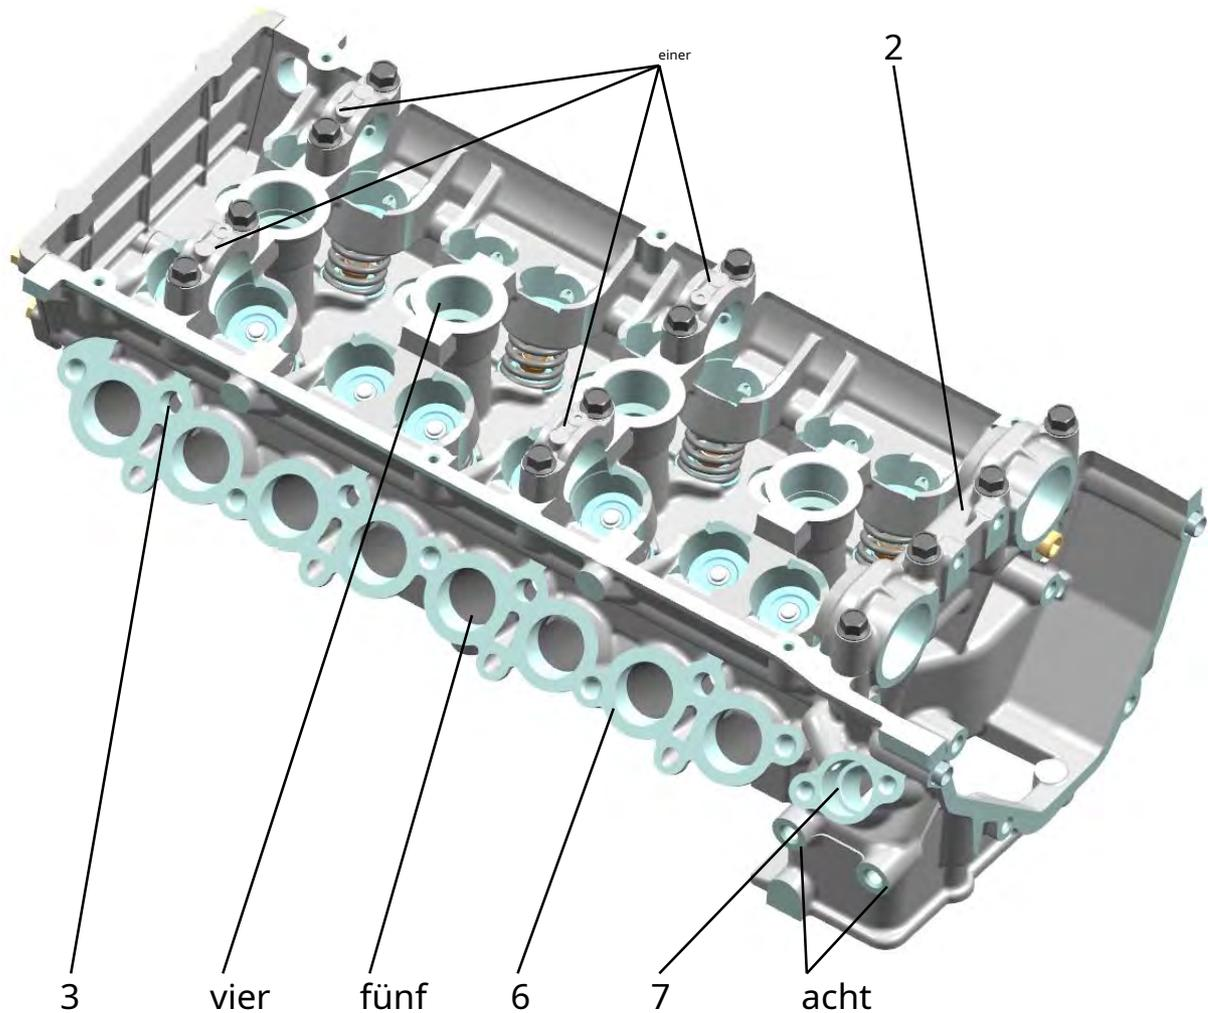

Abb. 15. Zylinderkopf. Ansicht des Ansaugrohrflansches, zur oberen Ebene und zum vorderen Deckelflansch:
**Zylinderkopf** (Abb. 15,16). Der Zylinderkopf besteht aus einer Aluminiumgusslegierung mit zwei Einlass- und zwei Auslassventilen pro Zylinder. Im oberen Teil des Zylinderkopfes befinden sich zwei Nockenwellen. Die Nockenwellenlagerdeckel 1 (Abb. 15) werden zusammen mit dem Zylinderkopf bearbeitet und sind daher nicht austauschbar. Die Abdeckungen der Wellenhalterungen sollten gemäß den darauf eingestanzten Seriennummern mit einer bestimmten Ausrichtung installiert werden.